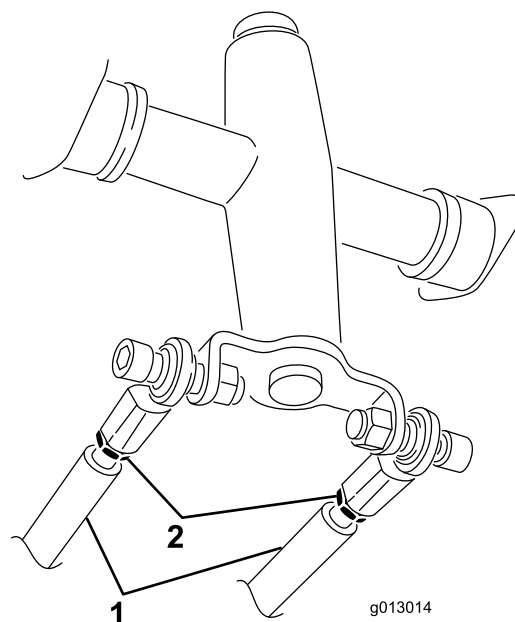

Figure 56
3. Desserrez les écrous de blocage sur les tiges de déplacement, sous le panneau de commande (Figure 56).